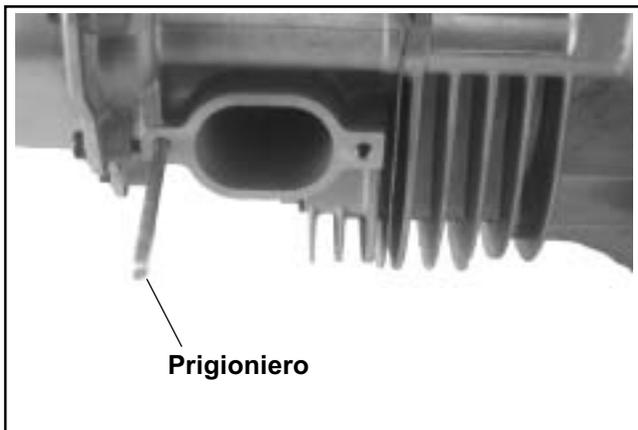

Figura 10-52. Prigioniero di montaggio installato.
1. Se il prigioniero di montaggio del carburatore è stato smontato, reinstallarlo nella posizione esterna del cilindro (quella più vicina alla testata). Utilizzando una bussola E5 Torx® o due dadi esagonali serrati tra loro, serrare a fondo il prigioniero. Vedere Figura 10-52.